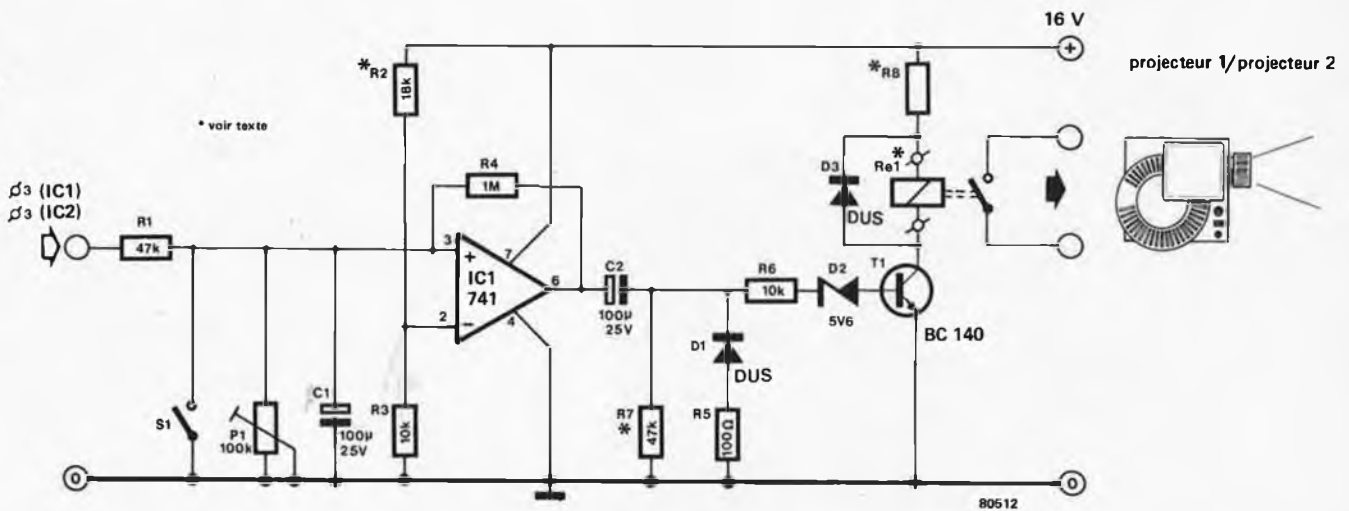
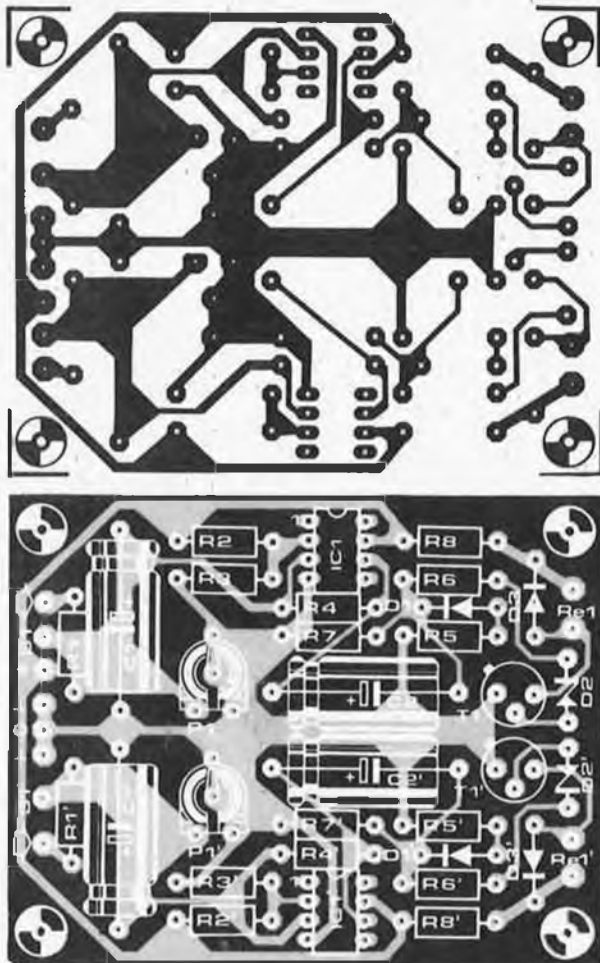

Figure 3. Voici le nouveau module. Cette extension permet d'obtenir un fondu-enchaîné semi-automatique.
Figure 4. Le circuit imprimé du module de changement de diapositive contient deux fois le schéma de la figure 1.
En figure 3 vous trouverez le circuit de commande de changement de diapositive; celui-ci détecte l'instant où la lampe d'un des projecteurs est éteinte par l'analyse de la valeur de la tension présente à la broche 3 du 555 correspondant. Lorsque celle-ci est élevée, la lampe est éteinte. Après intégration par R1 et C1 cette variation de tension déclenche IC1 (741) monté en trigger de Schmitt qui détecte ainsi les périodes d'obscurité. P1 permet de régler le seuil de détection de sorte que la sortie d'IC1
Le circuit imprimé du module de commande est représenté en figure 4. Celui-ci comporte en fait deux fois le circuit de la figure 3, et a les mêmes dimensions que le circuit imprimé du fondu-enchaîné, ce qui devrait faciliter une mise en boîte élégante de l'ensemble. Pour tout ce qui concerne le raccordement du fondu-enchaîné semi-automatique décrit ici, aux projecteurs, on trouvera les indications nécessaires dans le numéro d'Avril de cette année. ■
#### Liste des composants de la Figure 4